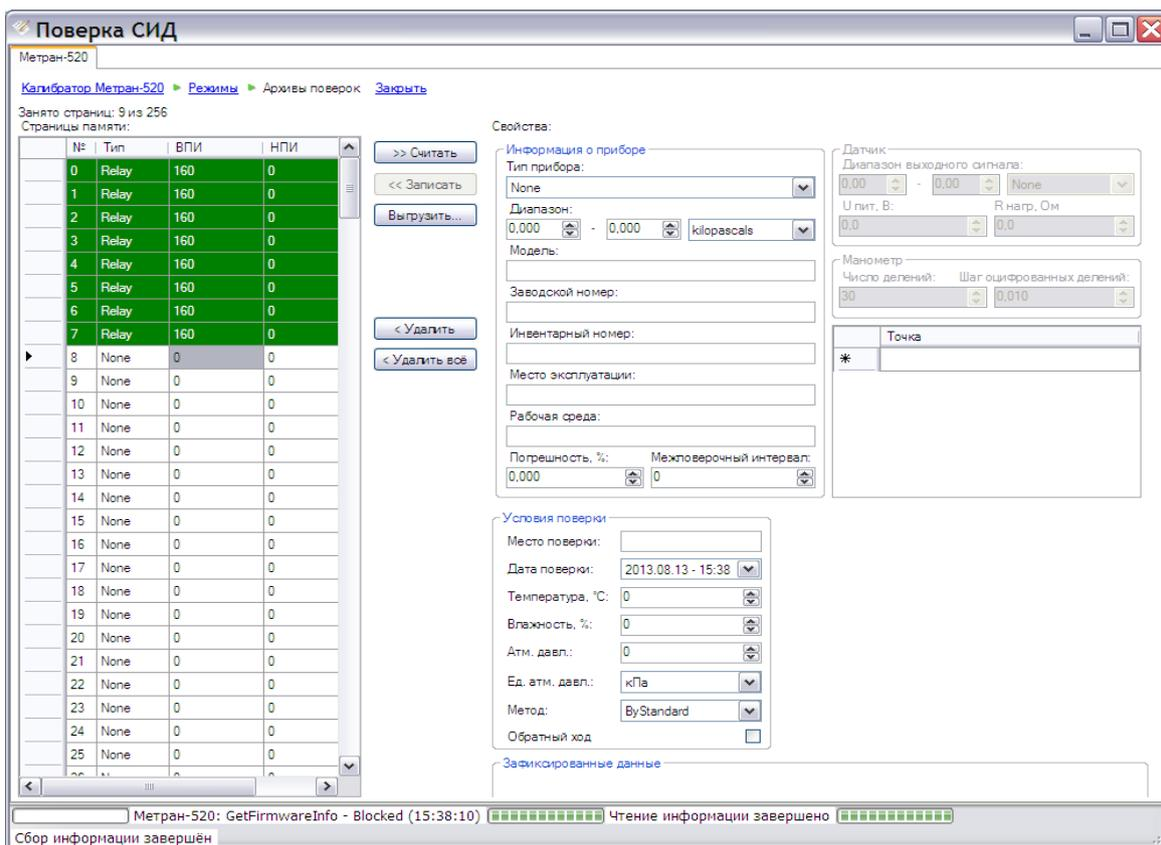

Рисунок 4.116 – Режим работы с прибором Метран-520 (Архивы поверок)
- Архивы поверок (см. Рисунок 4.116);
Программа в режиме «Архивы поверок» позволяет просматривать, выгружать и удалять информацию о поверках, хранящихся в памяти калибратора. В окне программы расположены следующие компоненты (см. Рисунок 4.116):